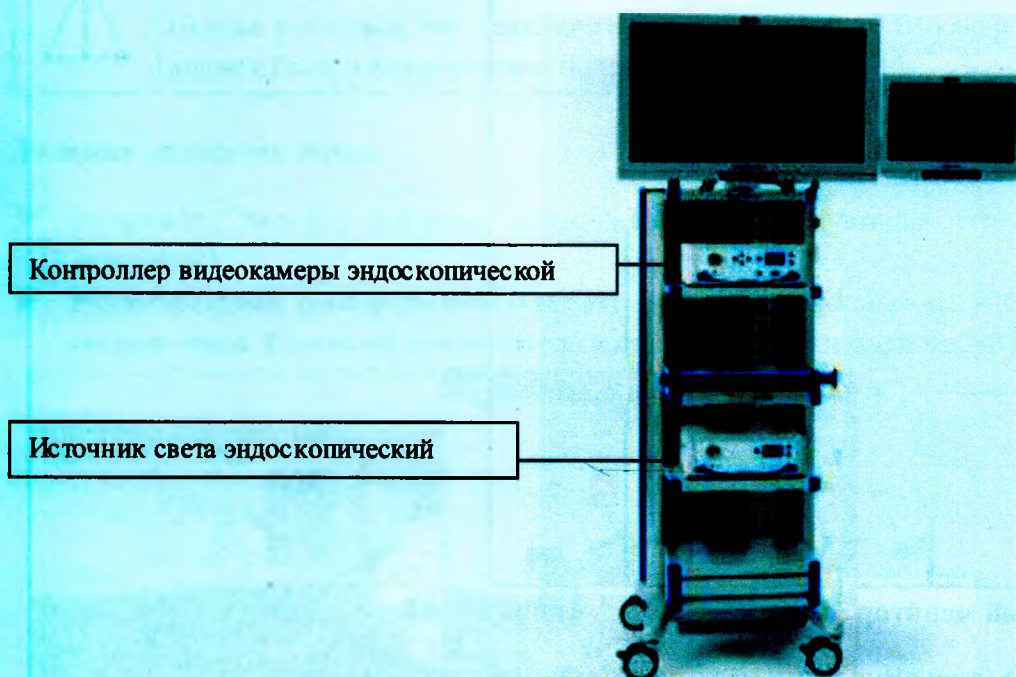

Рисунок 26
- Установите на тележку эндоскопическую контроллер видеокамеры и источник света (рис.26).